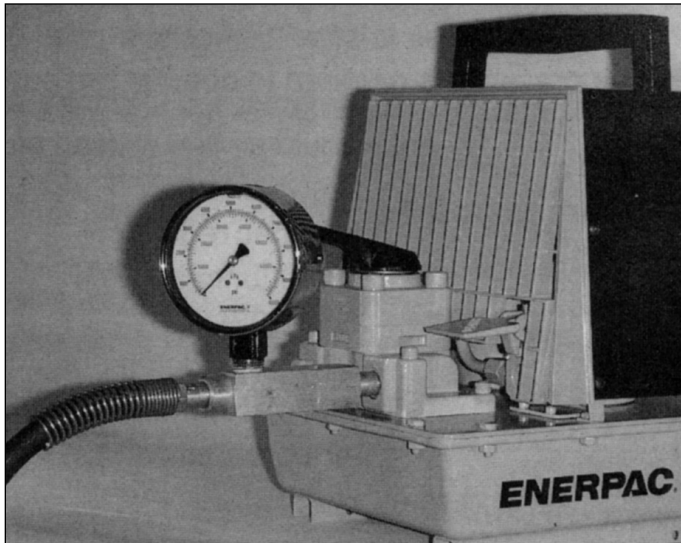

Figura 1 – Instalação do medidor
1. Aplicar o selante nas roscas do medidor de pressão, conector de mangueira NPT, e adaptador. Construa as conexões como mostradas na Figura 1.